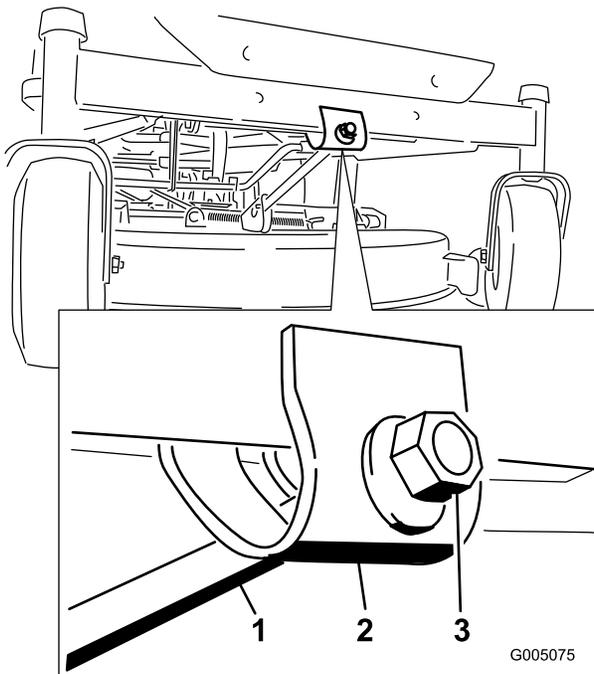

Bild 45
- Drehen Sie für das Einstellen der Schnittemesserneigung in Längsrichtung die Einstellmutter vorne am Mähwerk (Bild 45).